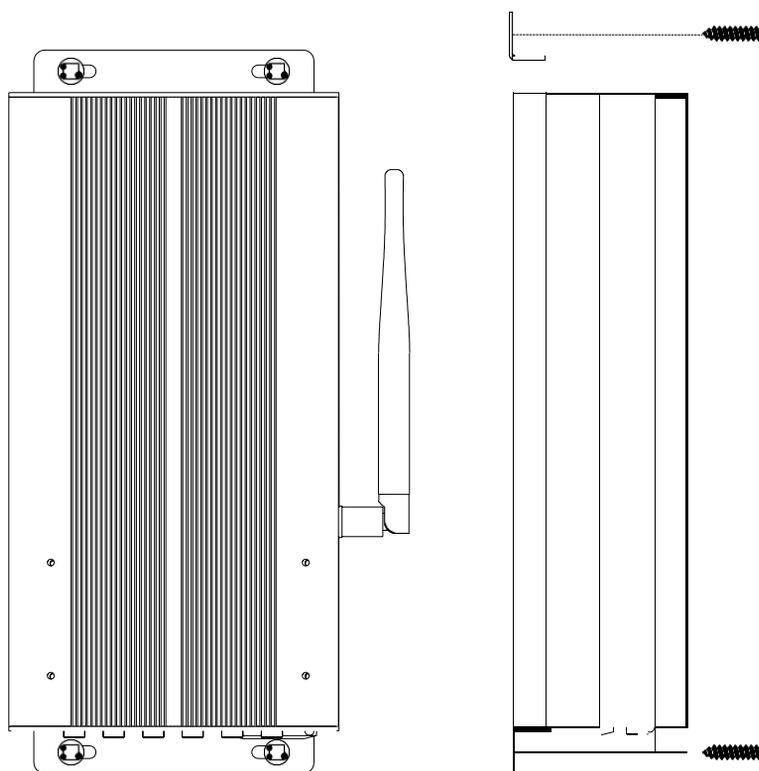

Figure 3 : orientation de montage du contrôleur Listo
1. Le contrôleur EMS Listo est livré avec quatre trous de montage situés sur la façade et le panneau arrière. Les emplacements sont illustrés à la figure 3 ci-dessous.